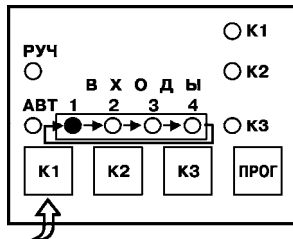

Рисунок 6.3
6.1.2.4 Для выбора следующего входа нажмите и удерживайте кнопку **К1**. На передней панели по очереди будут загораться светодиоды "1", "2", "3", "4", индицируя номер выбранного входа. Отпустите кнопку **К1**, когда будет выбран соответствующий вход и на индикаторах отобразится текущее значение измеренного на нем напряжения (рисунок 6.3).